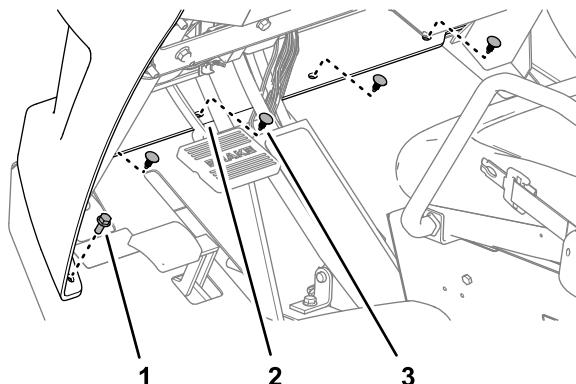

Figura 141
4. Monte a flange inferior do capot na máquina com 4 fixadores de pressão (Figura 141).
5. Prenda a flange na máquina (Figura 141) com 2 parafusos de cabeça flangeada (5/16 x 3/4 pol.).